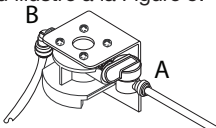

Figure 5
6. En vous référant à la section "Utilisation de raccords à pression" ci-dessous, insérez la conduite d'alimentation en eau dans la soupape d'arrêt (A), tel qu'illustré à la Figure 5.
7. En vous référant à la section "Utilisation de raccords à pression" ci-dessous, insérez la conduite vers le réfrigérateur dans le raccord de sortie (B), tel qu'illustré à la Figure 5.